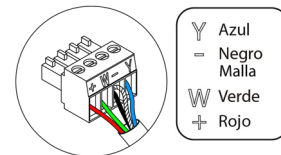

Fig. 22
- ③ Para la conexión con el termostato dispone de una borna de 4 pines. Fije los cables con los tornillos de la borna respetando el código de colores (Fig. 22).